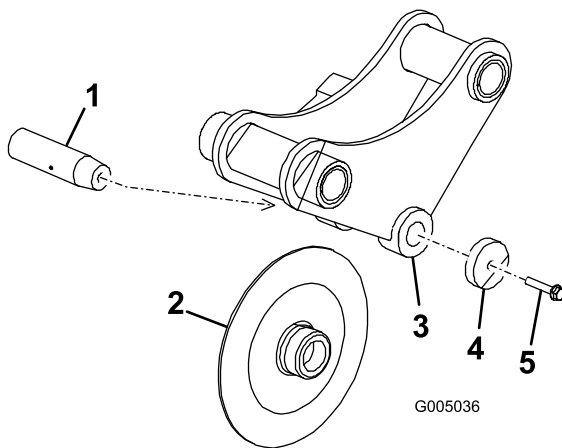

Bild 16
3. Schrauben Sie die Schraube des Bügelstifts ungefähr 1,3 cm heraus und schlagen Sie dann mehrmals mit dem Hammer darauf, um den Stift zu lösen (Bild 16).
4. Nehmen Sie Schraube des Bügelstifts, die Scheibe, den Bügel und den Bügelstift ganz ab (Bild 16).
5. Setzen Sie den neuen Bügel in die Bügelhalterung (Bild 16).
6. Schieben Sie den Bügelstift durch die Halterung und den Bügel und befestigen Sie ihn mit der Schraube des Bügelstifts und der Scheibe (Bild 16).